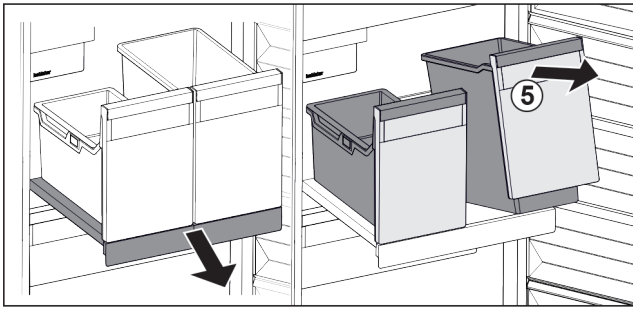

Fig. 84
- ▶ Sollevare il contenitore Fig. 84 (5) dal lato anteriore.